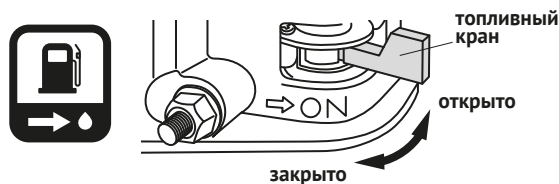
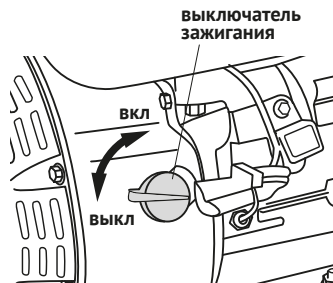

Рис. 5
Рис. 6
Топливный кран (рис. 5) служит для открытия и закрытия бензопровода, соединяющего топливный бак с карбюратором. Перед запуском двигателя установите рычаг топливного крана в положение «ОТКРЫТО».
Выключатель (рис. 6) управляет системой зажигания двигателя. Перед запуском двигателя установите выключатель зажигания в положение «ВКЛ»/«ON». Если выключатель находится в положении «ВЫКЛ»/«OFF», двигатель не запустится. Для экстренной остановки двигателя установите выключатель зажигания в положение «ВЫКЛ»/«OFF».
1. Установите рычаг топливного крана (рис. 5) в положение «ОТКРЫТО».
4. Установите выключатель зажигания (рис. 6) в положение «ВКЛ»/«ОН».
Если мотопомпа останавливается на короткий промежуток времени, установите выключатель зажигания в положение «ВЫКЛ»/«OFF» (рис. 6) и поверните рычаг топливного крана в положение «ЗАКРЫТО» (рис. 5).